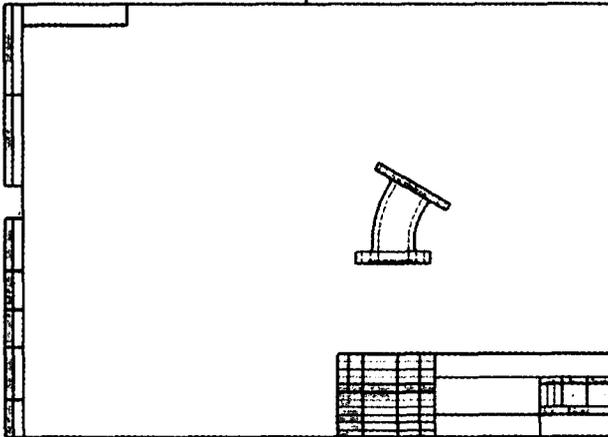

Рис. 2.2. Положение базового вида adapter
6. Расположите вид примерно как на рис. 2.2 и щелкните левой кнопкой мыши, чтобы закрепить положение вида.